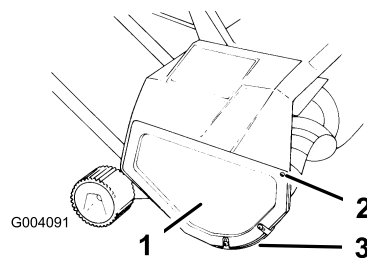

Bild 13
1. Nehmen Sie die drei Schrauben ab, mit denen die rechte Abdeckung und die Kufe am Rahmen der Schneefräse befestigt sind (Bild 13).